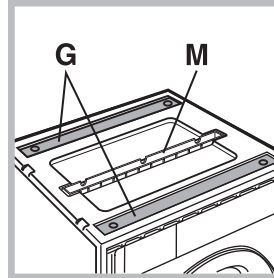

Fig. 10
Vous trouverez à l'intérieur du couvercle en polystyrène (*fig. 10*): 2 traverses (G); 1 listel (M); et à l'intérieur du tambour: 4 pieds supplémentaires (H); 4 vis (I); 4 vis (R); 4 écrous (L); 2 supports pour la base (Q).